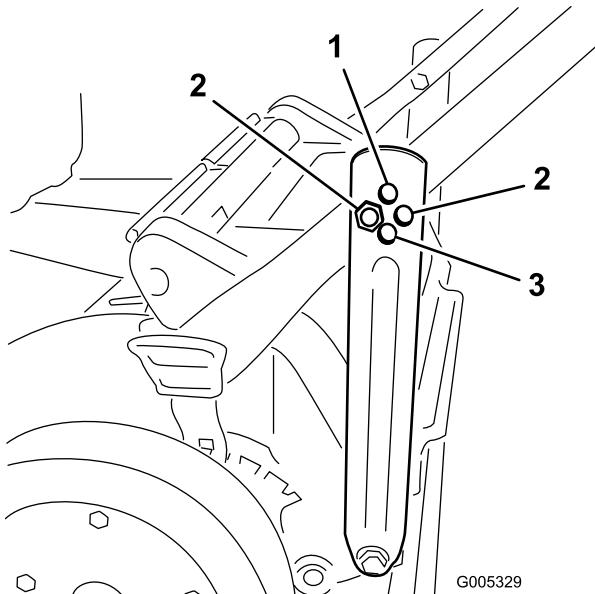

Figure 6
2. Insérez le boulon dans le trou de chaque support de sorte à régler le guidon à la position voulue, puis serrez-le (Figure 6).